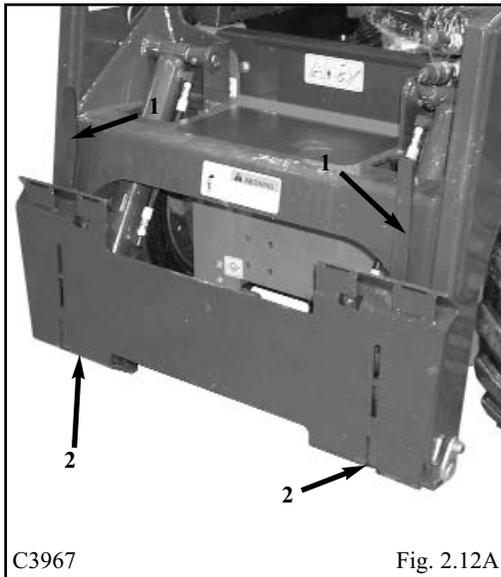
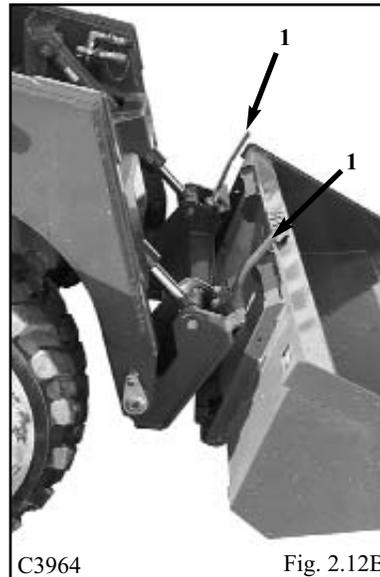
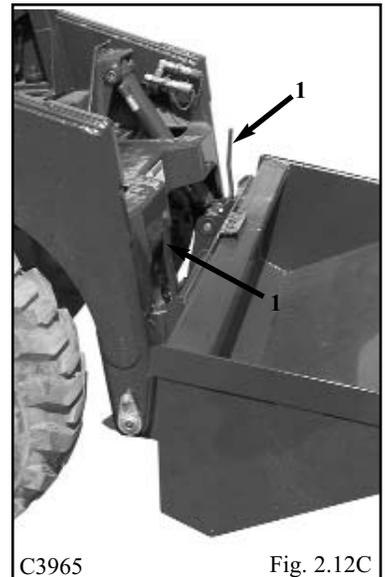

Fig. 2.12A
Fig. 2.12B
Fig. 2.12C
Para accionarlo (Fig. 2.12A), libere el cierre de seguridad y levante la palanca de cierre (1) para retraer completamente los pasadores de cierre (2). Incline la estructura de enganche rápido (Fig. 2.12B) hacia adelante con los cilindros de inclinación de la cuchara y conduzca hacia el accesorio. Retraiga los cilindros de inclinación de la cuchara (Fig. 2.12C) que alinearán la parte inferior del accesorio con los pasadores de cierre de enganche rápido. Pare el motor.